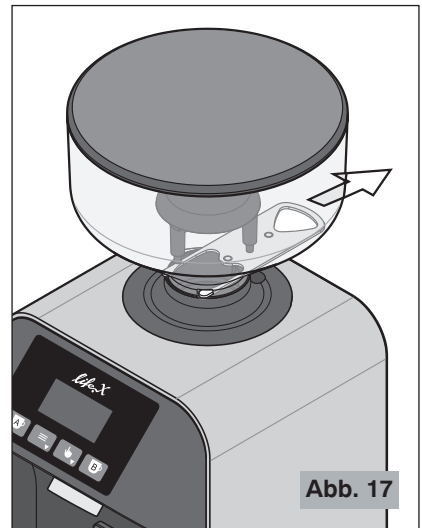

Abb. 17
-  Vergewissern Sie sich, dass der Kaffeebohnenbehälterverschluss des Kaffeebohnenbehälters vollständig bis zum Anschlag offen ist (letztes Einrasten) (siehe Abb. 17).